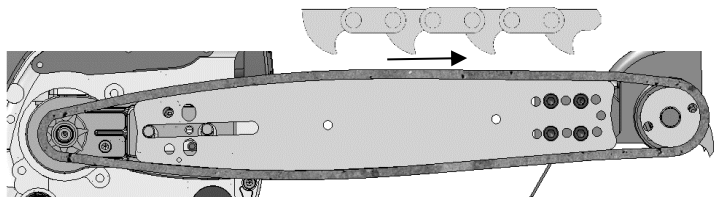

Fig. 3: Montar la cadena
- > Ahora coloca la cadena alrededor del piñón de la motosierra y del piñón de arrastre. Inserte los enlaces de la transmisión en la ranura de la guía. Asegúrese de que la cadena se mueve en la dirección correcta (Fig. 3)